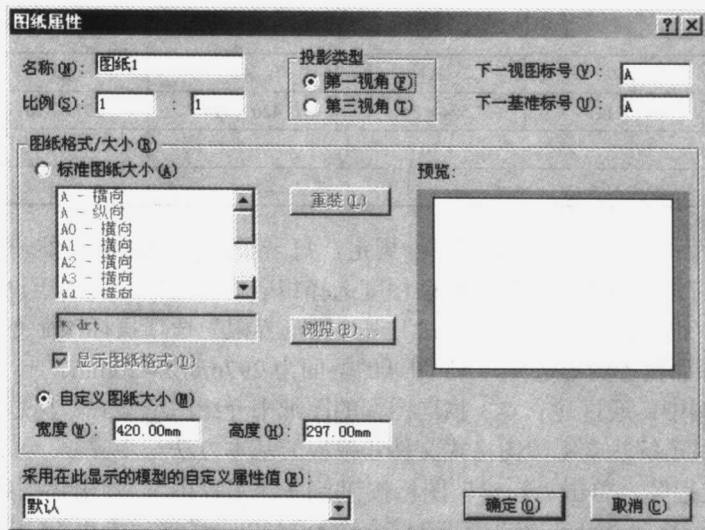

图 1-8 “图纸属性”对话框
(2) 图纸属性。表 1-3 列出了使用第一视角和第三视角的国家。我国使用第一视角,因此选中图纸 1,单击鼠标右键,并从快捷菜单中选择“属性”命令,选择“投影类型”中的“第一视角”,如图 1-8 所示,单击“确定”图标按钮。